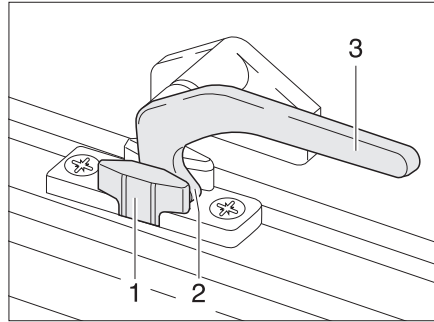
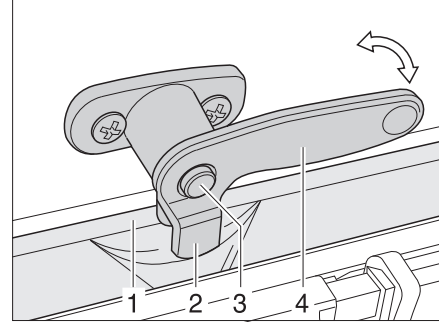

Fig. 68 Leva di serraggio in posizione "Aerazione continua"
Fig. 69 Leva di serraggio con bottone di sicurezza in posizione "Aerazione continua"
- In posizione di "Aerazione continua" (Fig. 68)
- Se presente, premere il bottone di sicurezza (Fig. 69,3) e mantenerlo premuto.
- Ruotare la leva di serraggio (Fig. 68,3 o Fig. 69,4) di un quarto di giro verso il centro della finestra.
- Girare nuovamente all'indietro la leva di serraggio. Far entrare il nasello di chiusura (Fig. 68,2 o Fig. 69,2) nella rientranza della chiusura della finestra (Fig. 68,1 o Fig. 69,1).